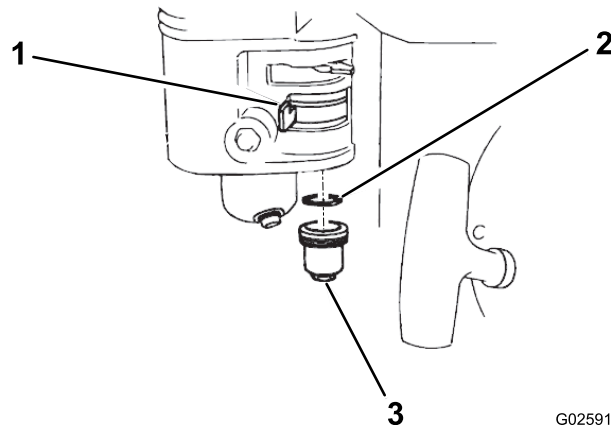

図 34
1. 燃料バルブを OFF 位置にセットし、異物カップと Oリングを取り外す 図 34。